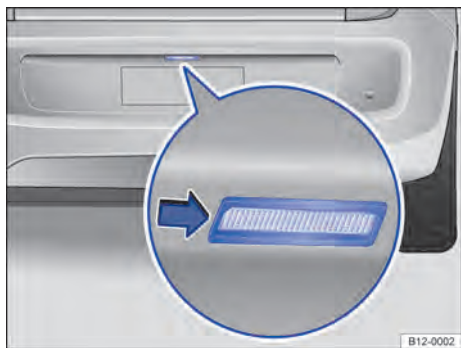

Fig. 151 No para-choque traseiro: remover a lanterna da placa de licença.
2. Com o auxílio de uma chave de fenda, pressionar a lanterna da placa de licença no lado esquerdo e retirar do para-choque → Fig. 151.